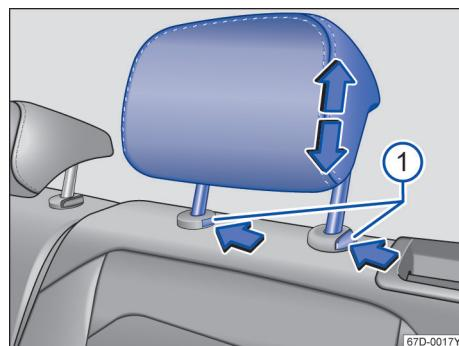

图 62 拆卸和安装后排头枕
- 用手同时按压按钮→图 62①，另一人将头枕完全拔出。
- 按住按钮→图 62①向下移动头枕。